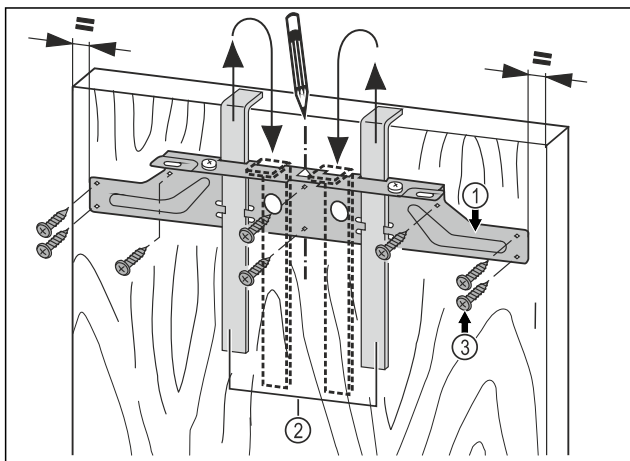

Fig. 45
- ▶ Agățați traversa de fixare Fig. 45 (1) cu ajutoarele de montaj Fig. 45 (2) pe partea interioară a ușii mobilierului.
- ▶ Aliniați traversa de fixare Fig. 45 (1) central pe ușă.
- ▶ Înșurubați traversa de fixare Fig. 45 (1) cu cel puțin 6 șuruburi Fig. 45 (3).
- ▶ Înșurubați traversa de fixare Fig. 45 (1) pe margine cu 4 șuruburi Fig. 45 (3).
- ▶ Scoateți ajutoarele de montaj Fig. 45 (2) în sus și introduceți-le rotite în deschiderile de montare adiacente.